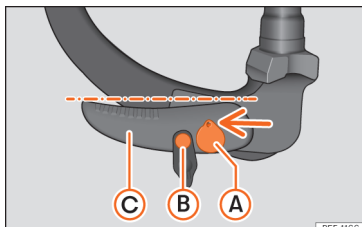

Fig. 173 Posição de reserva: verificação da posição
- A chave » **Fig. 173** (A) encontra-se na posição desbloqueada (o orifício da chave está acima).
- Pode mover-se o perno de desbloqueio » **Fig. 173** (B).
- A alavanca » **Fig. 173** (C) encontra-se na posição inferior.